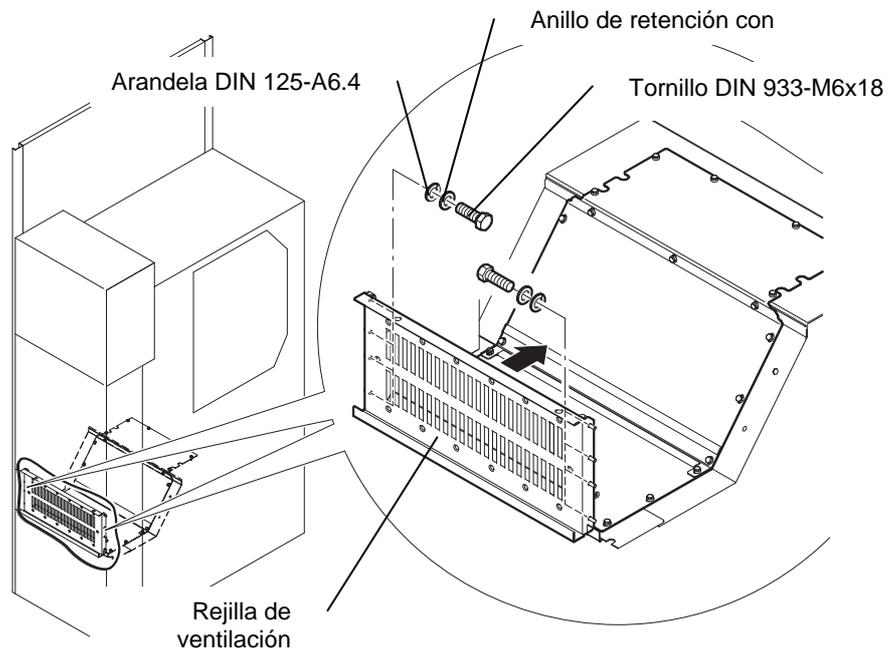

Figura 4.14
3. Retirar la rejilla del ventilador (véase la figura 4.14).